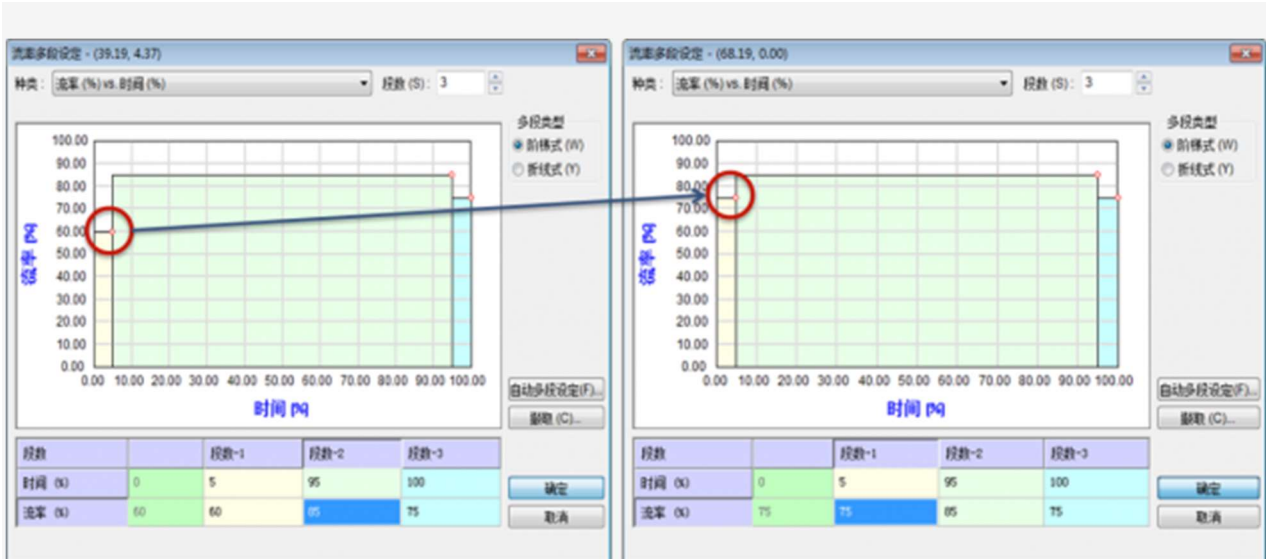

Fig.6 Aumentare la portata dal 60% al 75%
1) Aumentare la portata del primo tratto (60% → 75%) per creare un aumento indotto della temperatura del fuso e ridurre il rapporto di strato congelato (Frozen layer ratio) durante la fase di riempimento (Fig. 6).